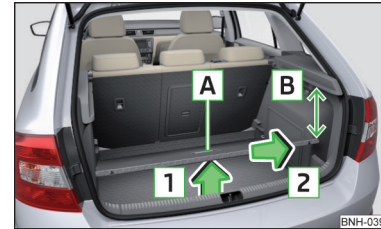

Abb. 102 Variablen Ladeboden herausnehmen
- Den variablen Ladeboden am Griff **A** » Abb. 102 fassen.
- Beim Herausnehmen bzw. Einsetzen des variablen Ladebodens ist der Abstand von 15 cm **B** » Abb. 102 unterhalb der Gepäckraumabdeckung einzuhalten - es besteht die Beschädigungsgefahr der Gepäckraumklappendichtung.